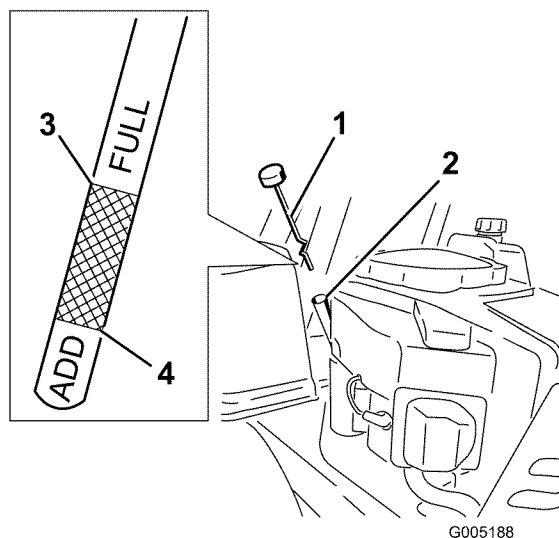

Figura 28
- Retire la varilla y compruebe el nivel de aceite. Figura 28.
8. Retire el tapón de llenado/varilla (Figura 28).
14. Vierta lentamente un 80% aproximadamente de la cantidad especificada de aceite por el tubo de llenado (Figura 28).
15. Instale el tapón de llenado/varilla (Figura 28).
16. Compruebe el nivel de aceite (Figura 28); consulte Verificación del nivel de aceite.
18. Instale el tapón de llenado de aceite y apriételo firmemente. Figura 28